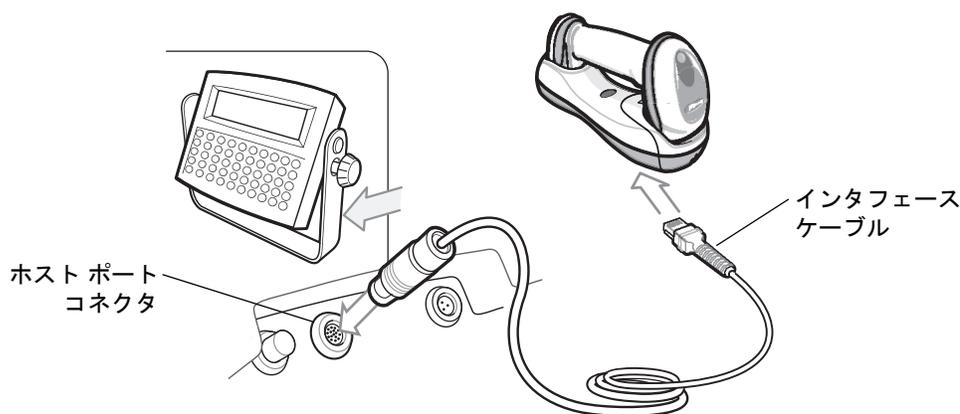

図 12-1 スキャナエミュレーション接続
- ✓ **注** インタフェースケーブルは構成によって異なります。図 12-1に示したコネクタは一例です。実際には、別のコネクタが使用される場合もありますが、クレードルの接続手順は同じです。